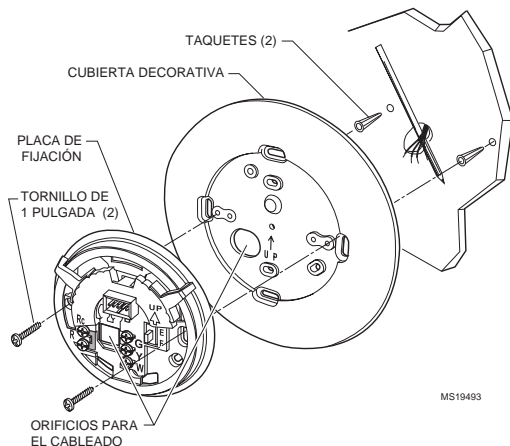

Figura. 1. Monte la placa decorativa (opcional) y la placa de fijación directamente a la pared (se muestra la placa de fijación de calefacción/enfriamiento).
- ❑ Para montarla directamente al muro, vea la Figura 1.